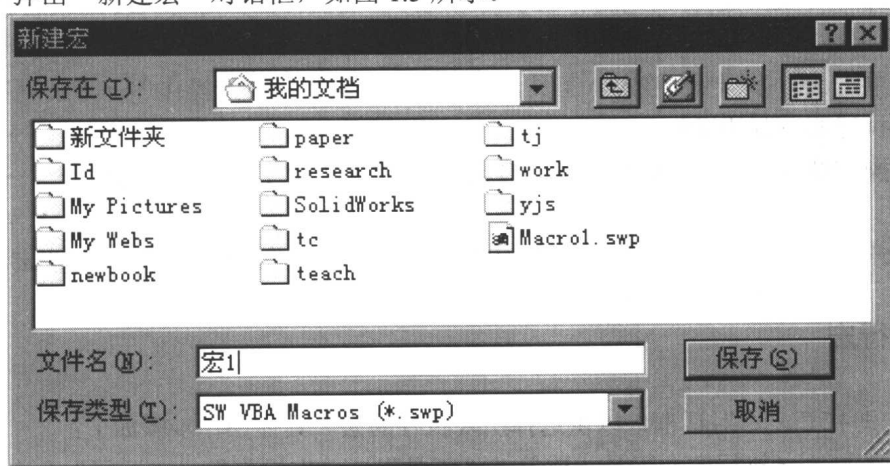

图 1.3 “新建宏”对话框
(1) 单击宏工具栏上的  (新建宏) 工具, 或单击“工具”→“宏操作”→“新建”命令。
(2) 弹出“新建宏”对话框, 如图 1.3 所示。